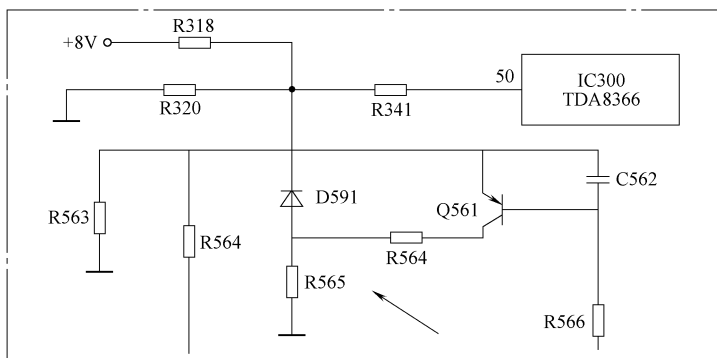

图 5-130 电阻 R565 相关电路截图
1) CPU③脚电压是控制四端稳压块 IC521 (PQ09RE11) 的④脚，由于 CPU③脚电压为 0V，故 IC521 由于得不到控制信号从而关闭其②脚的 9V 供电输出，使整机处于保护待机状态。
2) 电阻 R565 相关电路截图如图 5-130 所示。